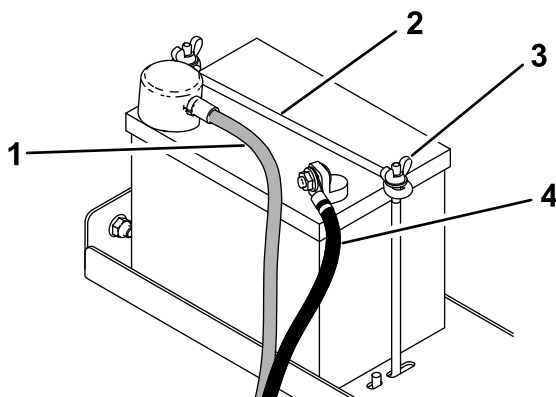

Figure 32
3. Débranchez le câble négatif de la batterie (Figure 32).
4. Débranchez le câble positif de la batterie (Figure 32).
5. Enlevez les 2 écrous à oreilles, la barre de fixation et la batterie (Figure 32).
1. Placez la batterie sur la plate-forme et fixez-la avec les 2 écrous à oreilles et la tige de fixation (Figure 32).
2. Rebranchez le câble positif de la batterie à la batterie (Figure 32).
3. Rebranchez la borne négative de la batterie à la batterie (Figure 32).